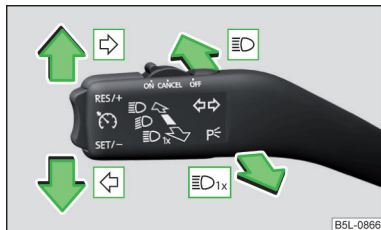

Fig. 43
#### Posiciones de la palanca de mando » fig. 43
► Presione la palanca de manejo hasta el tope en la posición ⇄ o ⇄ » **fig. 43 de la *pág. 63***.